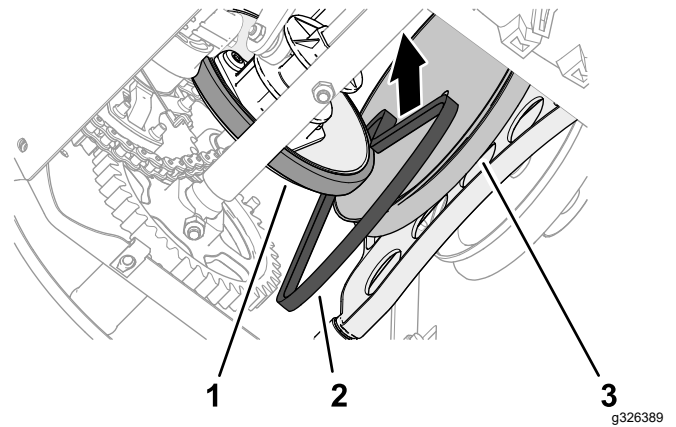

Bild 49
1. Ziehen Sie den Treibriemen zwischen dem Reibrad und der Riemenscheibe des Fahrtriebs in der Maschine auf (**Bild 49**).